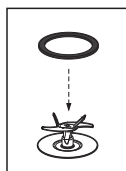

Fig. 14
1. Coloque el anillo sellador sobre la cuchilla (Fig. 14).